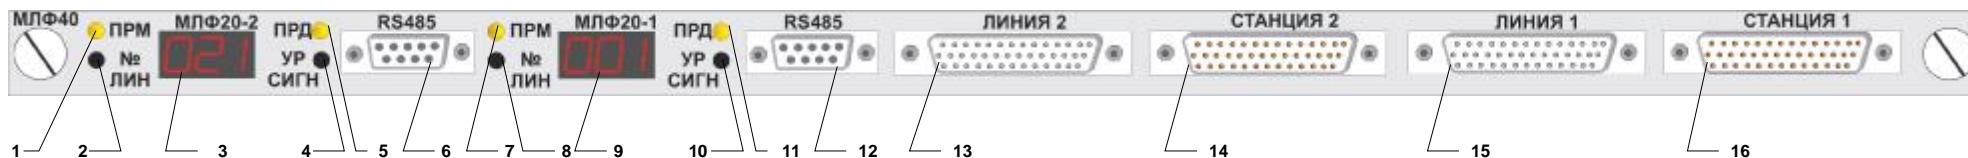

Рисунок 5. МЛФ40 – органы индикации, управления и коммутации.
1.5.3 МЛФ40 состоит из 2-х МЛФ20. На лицевой панели МЛФ40 (рисунок 5) расположены:
2) соединить жгутами АКБС.685625.003 (из состава ретранслятора) разъемы «Линия 1» (для МЛФ20 и МЛФ40) и «Линия 2» (для МЛФ40) (рисунок 4 (8) и рисунок 5 (13, 15)) с разъемами «Линия» кросс-панели АКБС.468553.017.